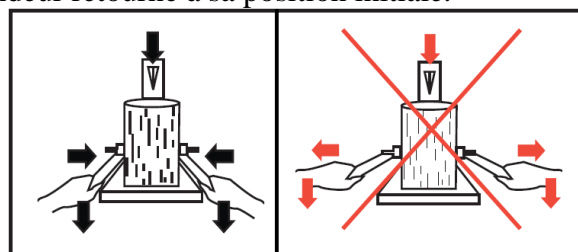

Fig.13
4. Abaissez simultanément les deux leviers de commande. (Voir Fig.13)